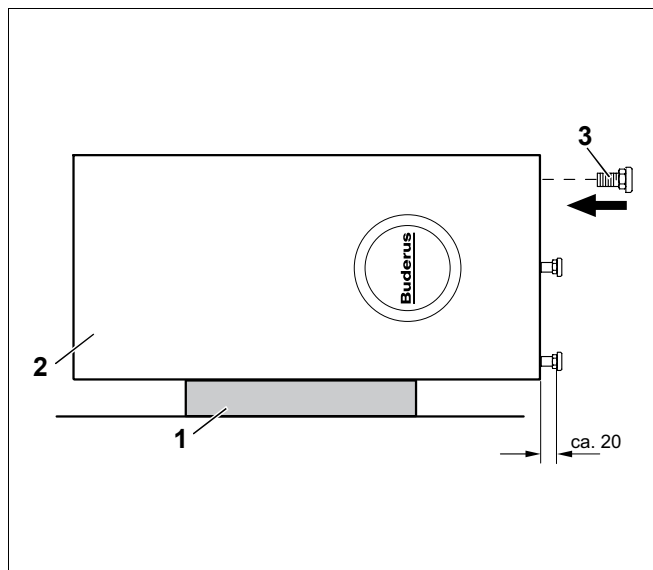

Рис. 5 Установка опорных болтов
- Осторожно уложить бак-водонагреватель (рис. 5, поз. 2) через край поддона на крышку (рис. 5, поз. 1).
- Вынуть из нижней амортизирующей прокладки (стиропора) опорные болты M10 x 30 (рис. 5, поз. 3) и закрутить их в основание бака-водонагревателя.